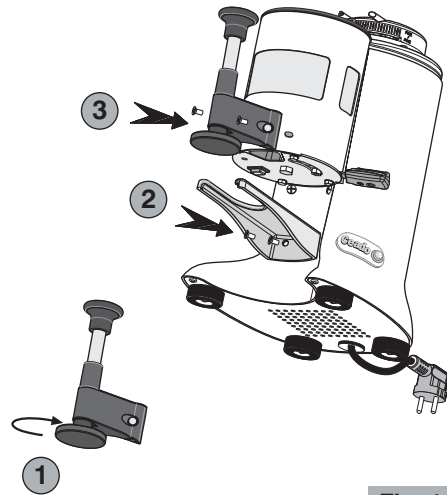

Fig. 14
- 2** Seleccionar el diámetro del prensador apto (53, 54,5 o 57,5 mm) para el portafiltro de la máquina para café en su poder y fijarlo a la varilla del prensador telescópico (1, Fig. 14).
- 3** Posicionar la horquilla de apoyo larga suministrada junto con el prensador telescópico y fijarla utilizando los mismos tornillos de fijación de la horquilla corta desmontada anteriormente (2, Fig. 14).
- 4** Posicionar el prensador telescópico y fijarlo utilizando los tornillos en dotación (3, Fig. 14).